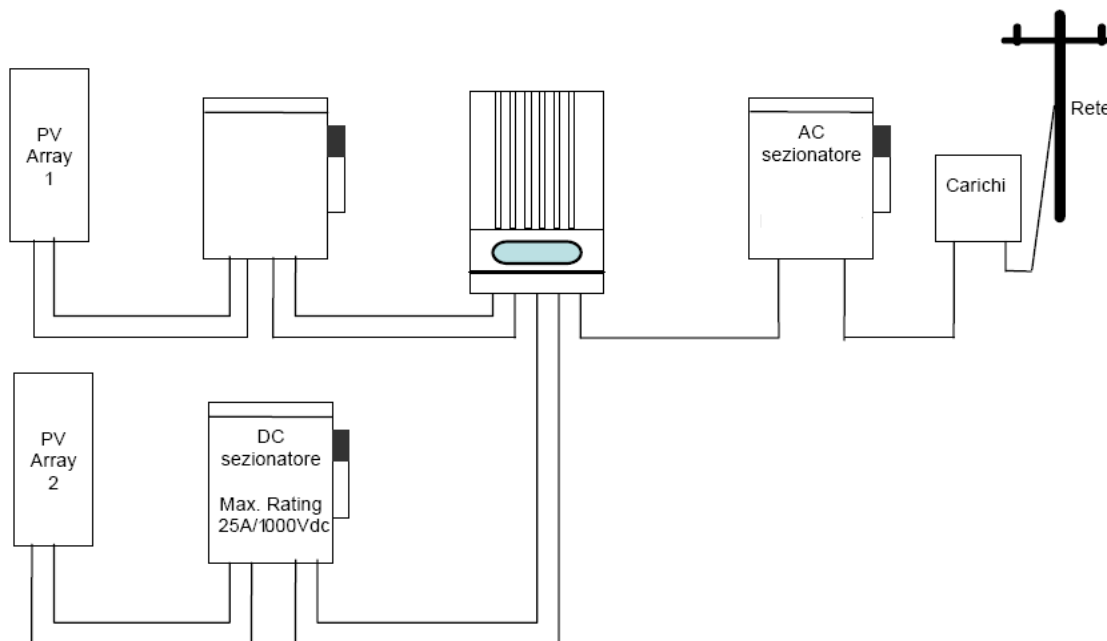

Abb. 9 Anschlussschema
**HINWEIS:** In Übereinstimmung mit dem typischen Montageschema (siehe Abb. 9), am AC-Ausgangszweig, muss zwischen dem AURORA und dem Stromversorgungsnetz ein Trenner eingefügt werden, der von einem magnetthermischen Schutzschalter gegeben wird. Die Eigenschaften des Trenners oder des Schutzschalters sind 25 A und 440 V. Diese Vorrichtung kann sowohl dreipolig (bei Wechselrichtern, die die Abtastung von drei Drähten verwenden) als auch vierpolig ausfallen (bei Wechselrichtern, die die Abtastung von vier Drähten verwenden).